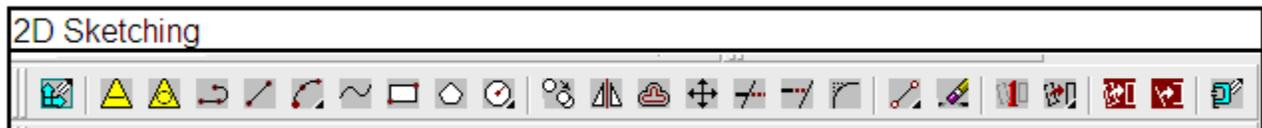

Figura 84
9. Desplegamos la barra de herramientas 2D Sketching como se muestra en la *figura 84*.